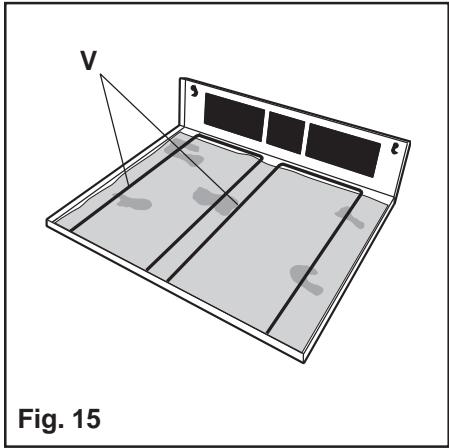

Fig. 15
- b) Die Haltedrähte V des Fettfilters herausziehen und das Fettfilter herausnehmen. (Abb. 15)